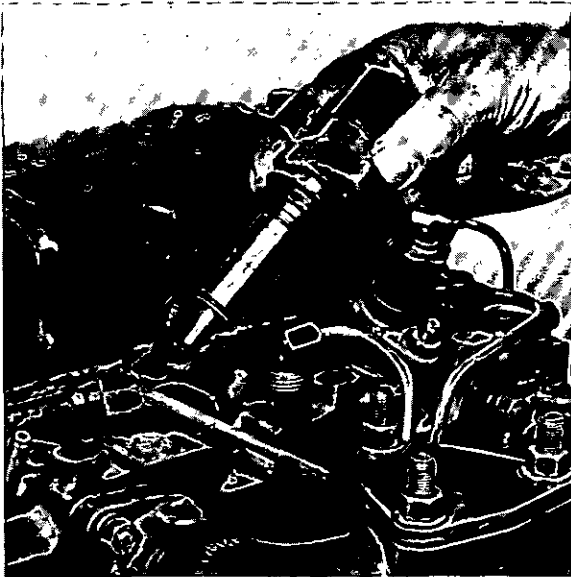

Fig. C.1
11. Remove atomisers (See Fig. C.1).